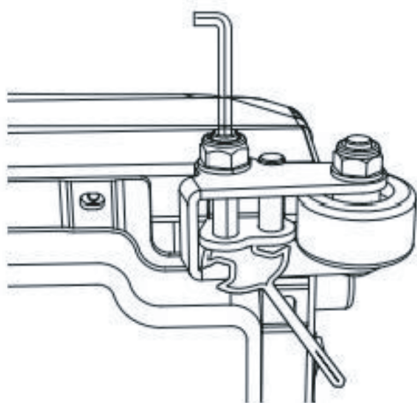

Рис. 1
2. Используйте универсальный гаечный ключ, чтобы удерживать гайку, и шестигранный ключ 5 мм, чтобы ослабить винт, поворачивая против часовой стрелки, как показано на рис. 1.
- при смещении полотна влево относительно центра, затяните левый болт по часовой стрелке и/или ослабьте затяжение правого болта против часовой стрелки (рис. 1);